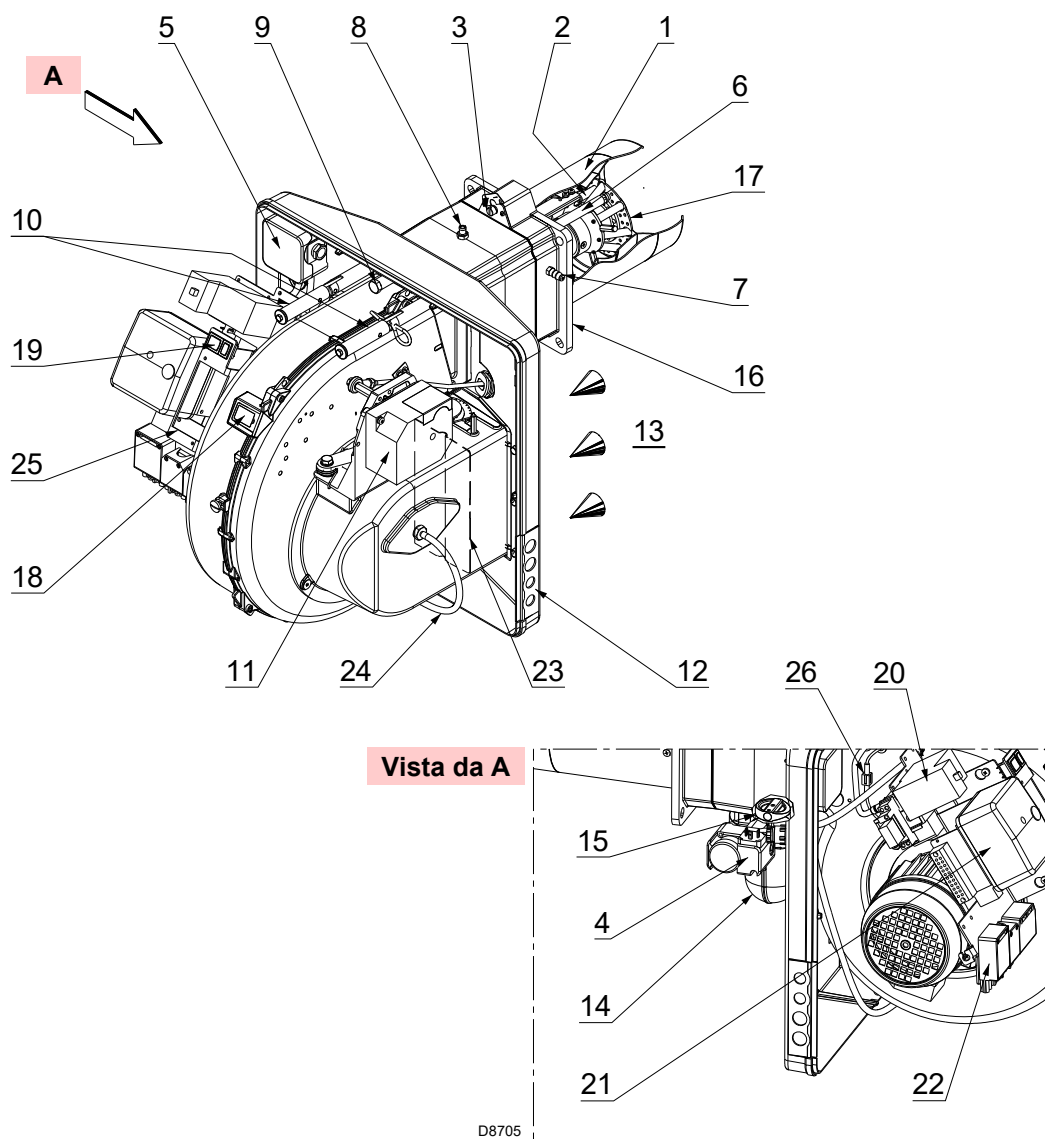

Fig. 5
(1) Condizioni di riferimento: Temperatura ambiente 20°C - Temperatura gas 15°C - Pressione barometrica 1013 mbar - Altitudine 0 m s.l.m.
(2) Pressione gas alla presa sul manicotto 8)(Fig. 5) con 0 mbar in camera di combustione ed alla potenza massima del bruciatore.
(3) Pressione sonora misurata nel laboratorio combustione del costruttore, con bruciatore funzionante su caldaia di prova, alla potenza massima. La Potenza sonora è misurata col metodo "Free Field", previsto dalla Norma EN 15036, e secondo una accuratezza di misura "Accuracy: Category 3", come descritto dalla Norma EN ISO 3746.